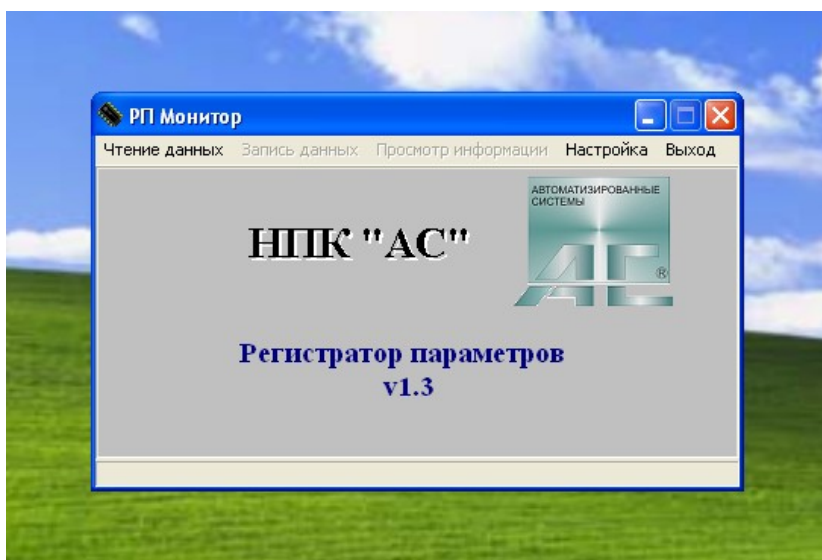

Рис.1
6.3.4. На КПК, ноутбуке или ПК запустите программу "**РП монитор v1.3**". На экране монитора появится Главная заставка, Рис.1.
На появившейся Главной заставке, Рис.1, выберите "Чтение данных", "Считать устройство".